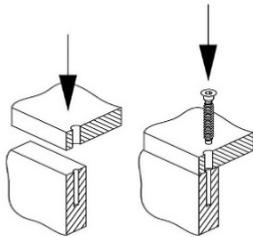

Рис. 5 - Установка винтов-конфирматов
- В сквозные отверстия $\varnothing 8$ мм пласти нижнего щита (2) вставьте конфирматы и соедините с перегородкой (9), (Рис.5), закрутив их ключом для конфирматов (Рис.6).
- В сквозные отверстия $\varnothing 8$ мм пласти крышки с утолщением (5) вставьте конфирматы (7x70мм), соединив с боковыми стенками (3,4), а конфирматными (7x50мм), соедините с перегородкой (9), (Рис.5), закрутив их ключом для конфирматов. (Рис.6).
3. Закрепите обвязку основания (1) при помощи шурупов-саморезов 3,5x45 к нижнему щиту (2), сцентрировав её, отступив от задней кромки щита 30мм.
4. Присоедините клеммы подсветки боковых стенок (3,4), а также подключите датчик движения установленный в обвязке основания (1) к комплекту электрике на нижнем щите (2). (Электрическая схема прилагается).
6. Прикрепите стенки задние (11) при помощи гвоздей 2x20мм (с шагом 100-120мм) по краям изделия, предварительно проверив диагонали корпуса. Обязательно устраните перекося изделия из-за неровности пола.